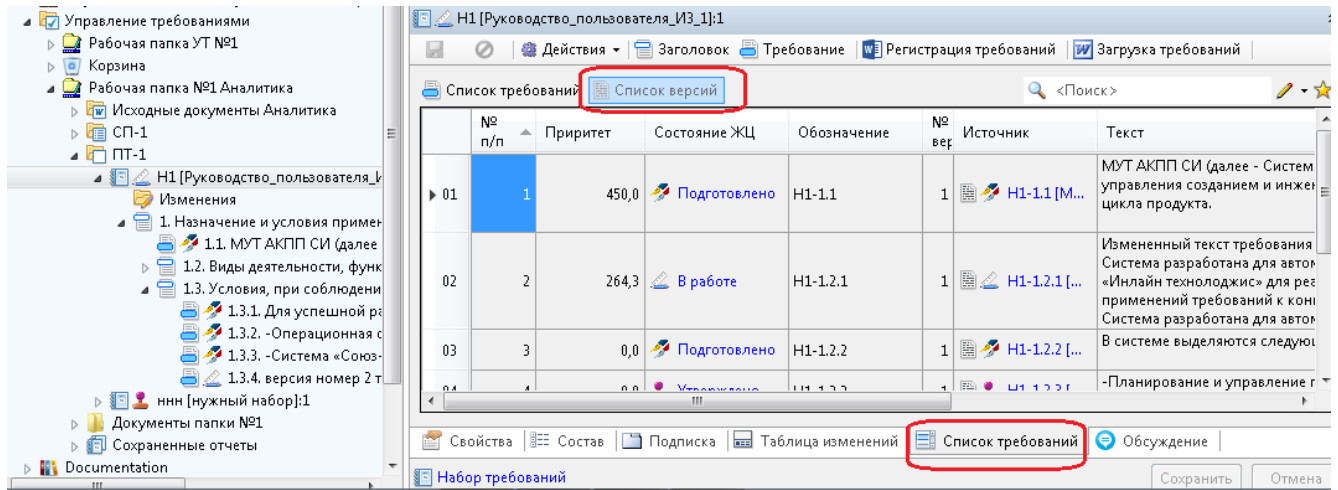

Рисунок 48 — Окно списка всех версий всех требований набора
- выбрать функцию «Список версий», расположенную над таблицей (Рисунок 48).